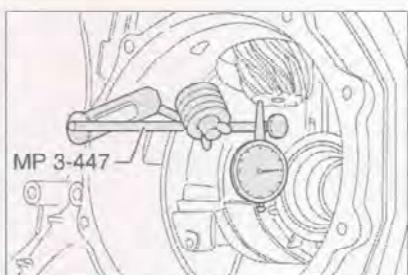

Рис. 7.149. Перемещая ведущую шестерню вверх-вниз без прокручивания, определите величину зазора.
15. Перемещая ведущую шестерню вверх-вниз без прокручивания, определите величину зазора (рис. 7.149).